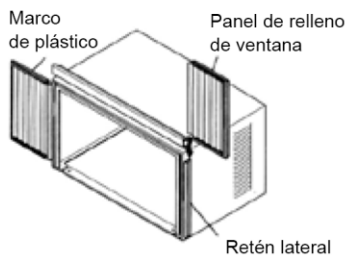
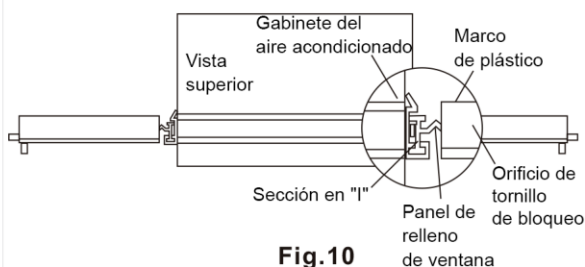

Fig.9
Fig.10
2. Deslice la sección en "I" del panel de relleno de ventana en el retén lateral del lado del gabinete (ver Fig. 9 y Fig. 10). Hágalo en ambos lados.